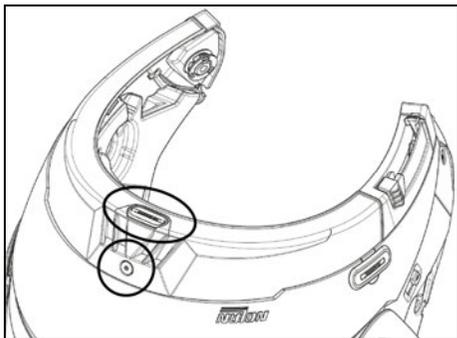

Abb. 1
- Entfernen Sie die Schraube des Kantenschutzes am Helmrand, indem Sie den eigens dafür bestimmten Schlüssel verwenden (Abb. 1).
- Entfernen Sie die auf der Dichtung des Helmrands im hinteren Bereich angebrachte "N-Com"-Schutzkappe. (Abb. 1).